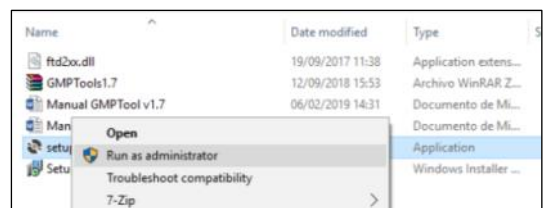

Fig. 2.4
- Una vez descomprimido el archivo, haga clic con el botón derecho sobre el icono **Setup.exe** y seleccione **Ejecutar como administrador** (Fig. 2.4).